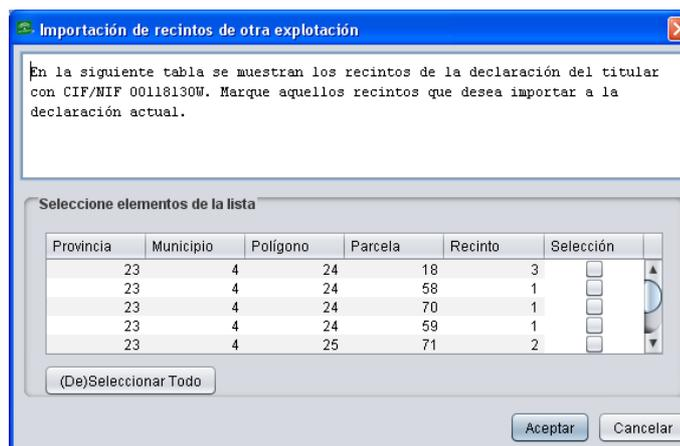

Fig. 149
**Opción 3. Importar recintos de otra declaración.** Para ello, con la declaración abierta se pulsa “*Declaraciones – Gestionar declaraciones*”, y se selecciona la declaración de la que se quieren importar los recintos. A continuación se pulsa “*Importar recintos*”, apareciendo una ventana en la que se pueden seleccionar aquellos recintos que se quieran importar a la explotación (Fig. 149).